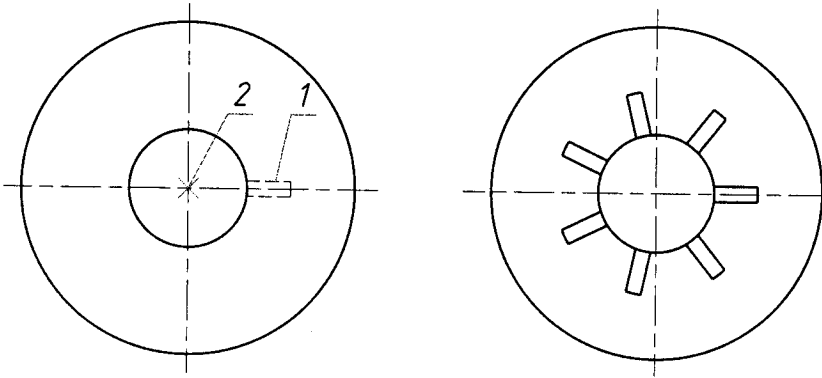

Рис. 12.10
У вікні, що відкривається після запуску команди, вибирається перемикач Polar Array. Задається вихідний об'єкт (1) (рис. 12.10), кут заповнення — 360°, кількість об'єктів — 7, вказується центр кола кругового масиву (т.2).